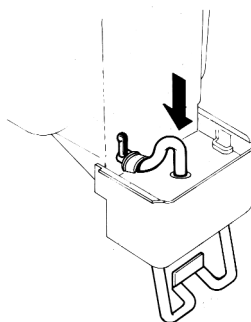

figure 15
- 3 - Enfiler son extrémité antérieure dans le siège vertical du corps du robinet (voir figure 15).